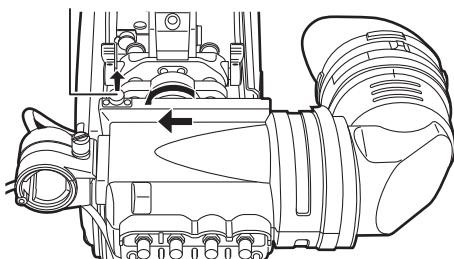

図 2
- 4 ビューファインダースtopperを引き上げながら、ビューファインダーを矢印の方向へスライドさせて取り付ける。(図 2)